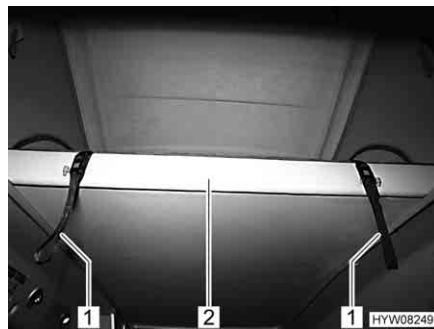

Fig. 51 Superficie utile ribaltabile
- Se la superficie utile ribaltabile è ribaltata verso l'alto: Tirare la superficie utile (Fig. 51,2) verso il basso utilizzando la cinghia ausiliaria (Fig. 51,1).